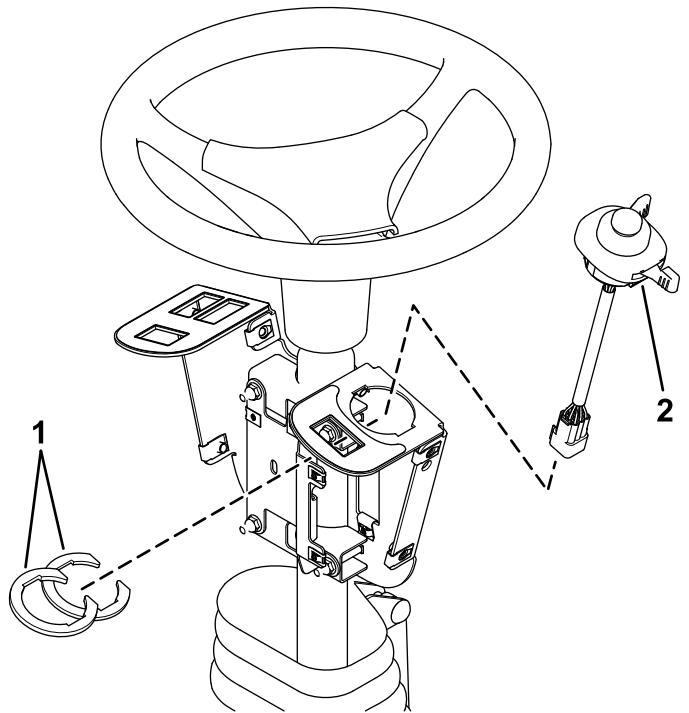

Figura 5
- Instale o interruptor multifunções na montagem do interruptor e prenda-o utilizando os cliques do interruptor por baixo do furo para o interruptor (Figura 5).